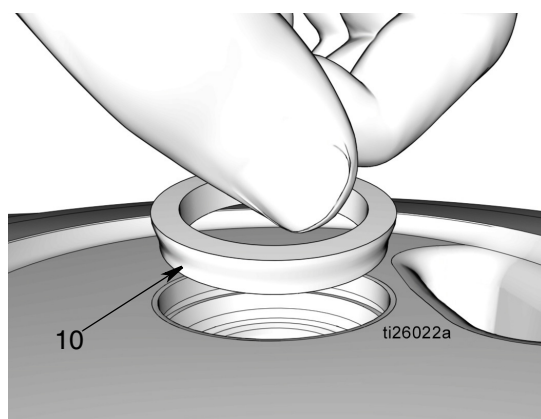

FIG. 40
- i. Inserire il distanziale conico (10), con il lato conico rivolto verso il basso come mostrato in FIG. 40.